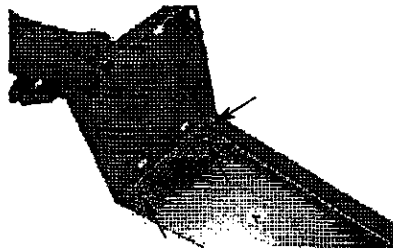

Figura 2 - Fije la Parte Superior a la Pata 'A'
- Coloque la pata interior superior de manera que las ranuras queden alineadas según se indica en la Figura 2.